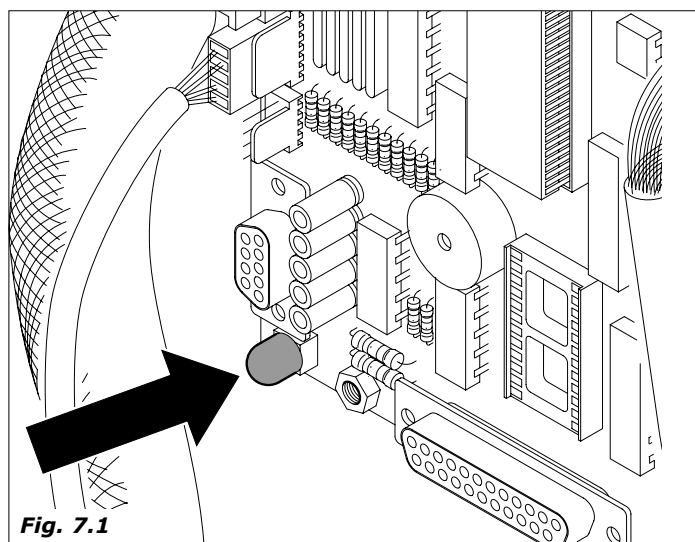

Fig. 7.1
Se accede a la función de programación apretando el botón colocado en la tarjeta Master (Fig. 7.1-pos.1); en el display aparecerá el pedido de introducción del código de acceso que hay que componer con el uso del teclado.